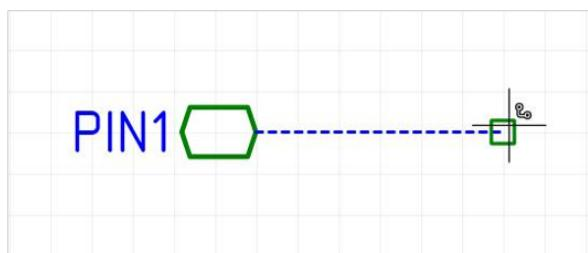

Рис. 266 Размещение цепи от порта
6. Разместите порт на схеме, см. Рис. 266. Положение порта будет зафиксировано, после этого активируется размещение цепи/шины. Размещение цепи/шины осуществляется стандартными способами.